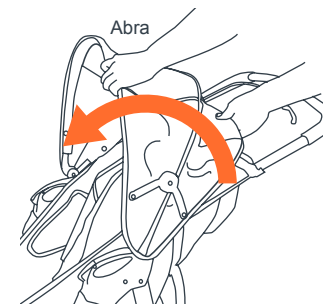

Fig. 8
- Para abrir la cubierta: empuje hacia delante el borde delantero. Empuje hacia abajo los tensores para fijarla (Fig. 8).